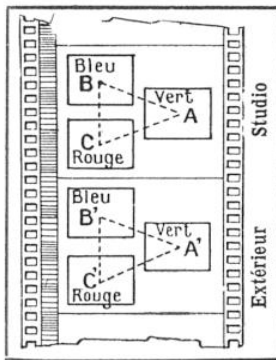

FIG. 11. — SCHÉMA DE FILM OBTENU PAR LE PROCÉDÉ « FRANCITA »
(1) Nous reparlerons bientôt de ce procédé.
Signalons tout d'abord que, dans ce procédé, les trois images sont disposées comme l'indique la figure 11, la piste sonore étant réservée à côté de l'image correspondant à l'écran vert (1). Les trois images réunies occupent sur le film le même emplacement qu'une image cinématographique ordinaire. Elles sont obtenues avec un objectif spécial et doivent être projetées avec un objectif également particulier. Mais, en dehors de ces deux objectifs, on peut utiliser n'importe quel film (*panchromatique*), *n'importe quel appareil de prise de vues*, *n'importe quel appareil de projection*.
Tout cela est évidemment fort simple, en principe. Mais, outre la composition de l'objectif de prise de vues, une difficulté surgit : la superposition rigoureuse des images positives bleue, verte et rouge (1), de façon à donner une image virtuelle en couleurs correcte. Pour cela, il est indispensable que le triangle formé par la réunion de trois centres des images reste toujours identique à lui-même (fig. 11). Or, on sait qu'un film est pris toujours avec plusieurs appareils, que certaines parties sont « tournées » à l'extérieur, d'autres en studio. Il faut donc, d'une façon absolue, que les objectifs utilisés donnent exactement ce même triangle. Une simple erreur de 1/100^e de millimètre, grossie 600 fois à la projection, donnerait un décalage de 6 mm, into-
(1) Il va de soi que chaque fois que nous parlerons d'image verte, bleue ou rouge, il faudra entendre celle correspondant à l'écran vert, bleu ou rouge, les images étant toujours sur le film en noir et blanc.